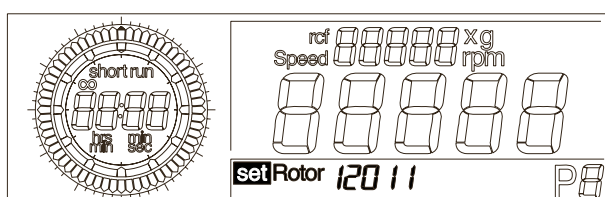

Abb. 5.14: Rotorvorwahl
- Drehen Sie den linken Drehknopf, bis im Anzeigenfeld "set" vor der Option "Rotor" erscheint (Abb. 5.14).